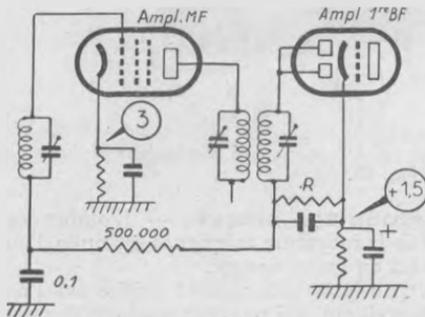

Fig. 61.
5. **Accrochage entre émissions,** qui cesse dès qu'on est réglé sur une station. Le défaut n'est pas dû à l'antifading, mais à sa sœur, la polarisation insuffisante de l'amplificatrice moyenne fréquence : donc, augmenter la résistance de polarisation (fig. 61).